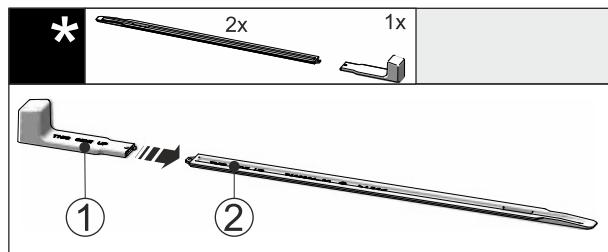

Fig. 54
- ▶ Steek de montagegreep Fig. 54 (1) op de nivelleerrail Fig. 54 (2).